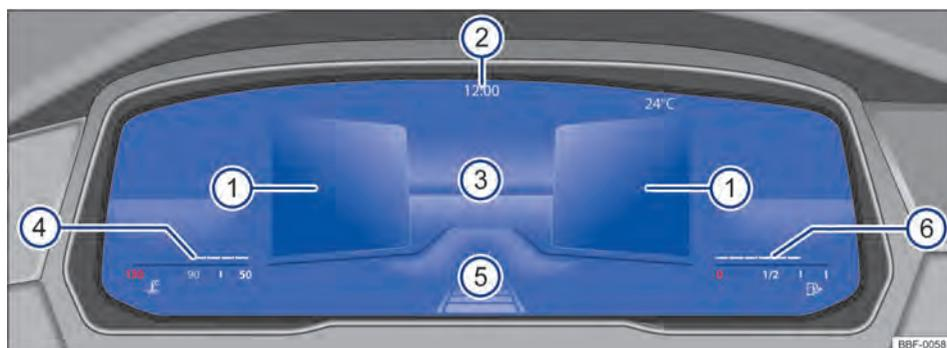

Fig. 10 Active Info Display (variante 2) en el tablero de instrumentos.
Explicaciones sobre los instrumentos → fig. 10:
La exhibición principal → fig. 10 ③ puede alterarse presionando la tecla **View** en el volante multifunción. La representación en el área de indicación puede exhibir las siguientes vistas:
- **Resumen:** después de finalizada la preparación para conducción: exhibición de información sobre el estatus del vehículo en las áreas ①, por ejemplo, posición del cuentakilómetros total.